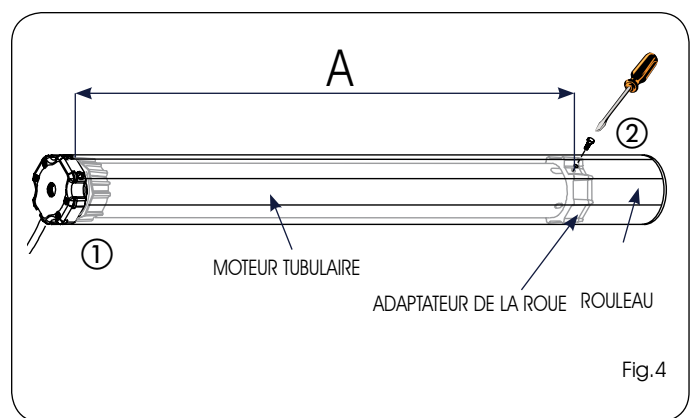

Fig.4
- 2) Introduire le moteur tubulaire assemblé à l'intérieur du rouleau du côté opposé à la calotte, jusqu'à ce que l'adaptateur de la couronne se trouve complètement à l'intérieur du rouleau (Fig.4 réf.①).
- 3) Fixer l'adaptateur de la roue au rouleau par l'intermédiaire d'une vis autotaraudeuse 4x10 introduite dans le trou réalisé précédemment, d'après la figure 4 réf.②.